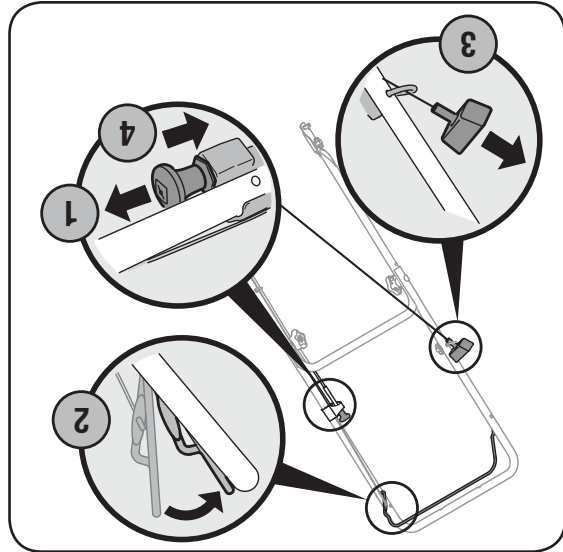

Figure 4-2 Modèles équipés d'un volet de départ manuel
1. Tirez sur le bouton du volet de départ qui se trouve sur la gauche du guidon supérieur. Voir la Figure 4-2.
2. Placez-vous derrière la tondeuse, appuyez sur la commande de la lame et maintenez-la contre le guidon supérieur. Voir la Figure 4-2.
4. Poussez le bouton du volet de départ quand le moteur est chaud. Voir la Figure 4-2.